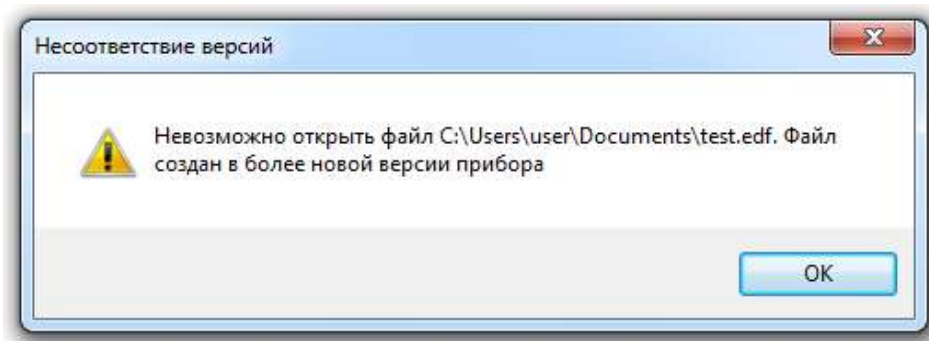

Рисунок 3.12 – Несоответствие версий
3.5.1.10 При попытке открыть файл формата ".edf" выполненный в более новой версии генерируется сообщение о несоответствии версий (рисунок 3.12).